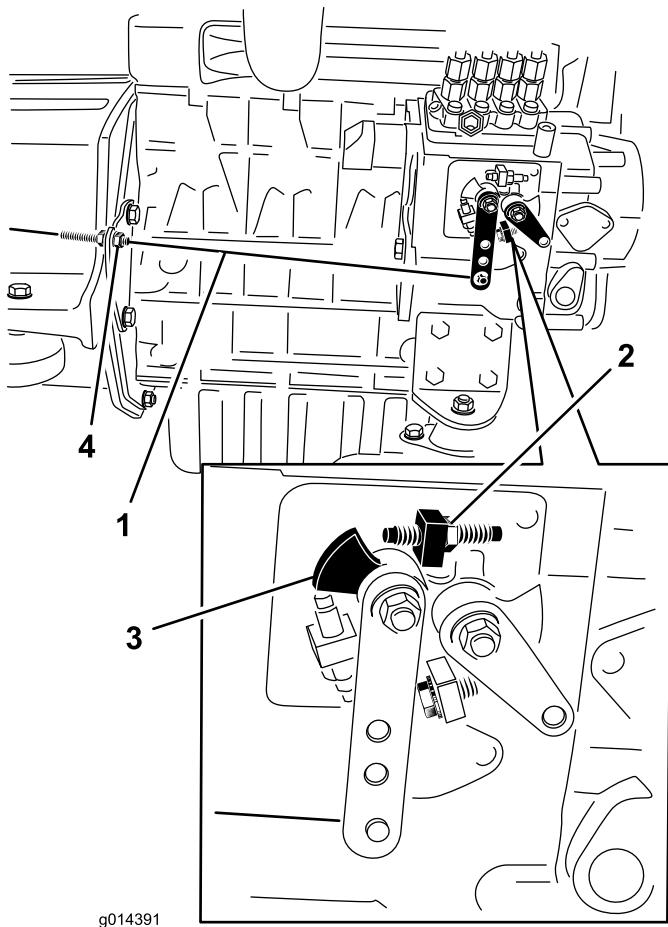

Figura 35
- Compruebe la posición de la palanca de control de velocidad de la bomba de inyección de combustible del motor. La palanca de control de velocidad debe estar en contacto con el tornillo de alta velocidad cuando la palanca de control del acelerador está en la posición de Rápido (Figura 35).
- Si es necesario, la posición de las contratuerzas del cable de control del acelerador puede ajustarse hasta que la palanca de control de velocidad entre en contacto con el tornillo de alta velocidad cuando la palanca de control del acelerador está en la posición de Rápido (Figura 35). **No ajuste el tornillo de alta velocidad de la palanca de control de velocidad.**